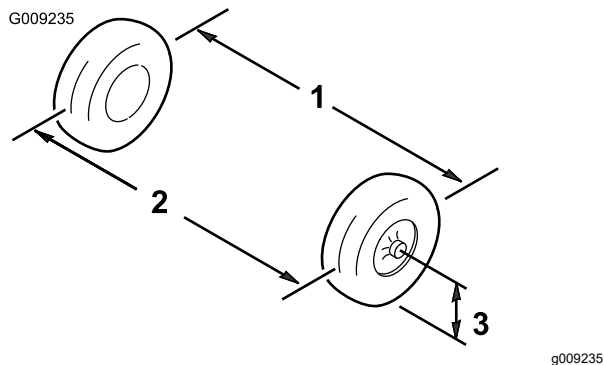

Figura 41
2. Mida la distancia entre los neumáticos delanteros a la altura del eje, en la parte delantera y trasera de las ruedas (Figura 41).